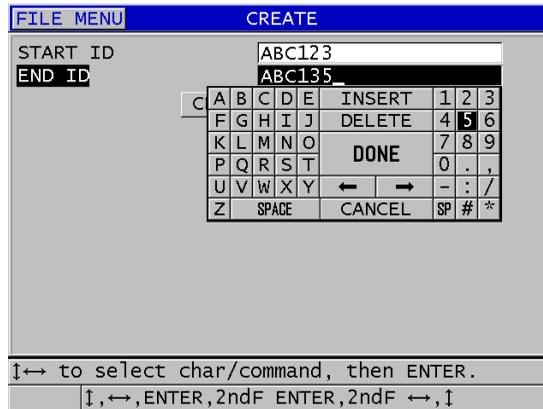

Abbildung 11-5 Auswahl des ID-Nummernbereichs für eine Zählfolge
3. Verfahren Sie auf der zweiten Seite des Fensters **ERSTELLEN** (siehe Abbildung 11-5 auf Seite 192) wie folgt: